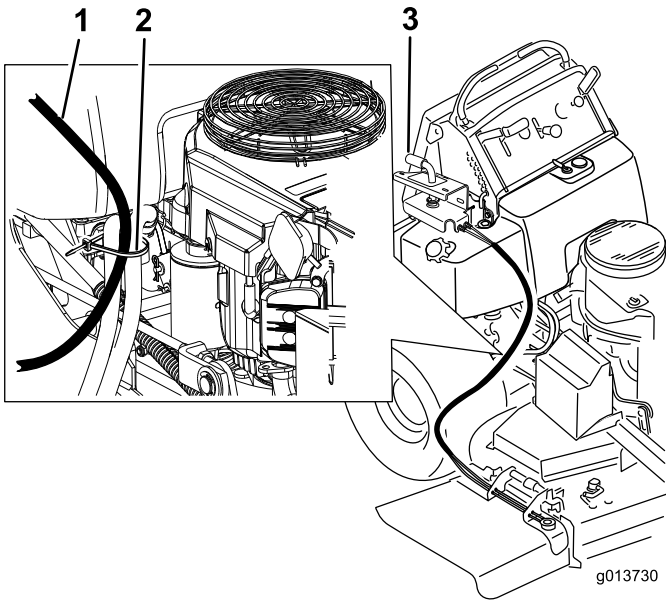

Figura 4
3. Sujete los cables a los manguitos hidráulicos con un sujetacables de plástico (Figura 4). Asegúrese de que los cables no pueden tocar el neumático trasero.